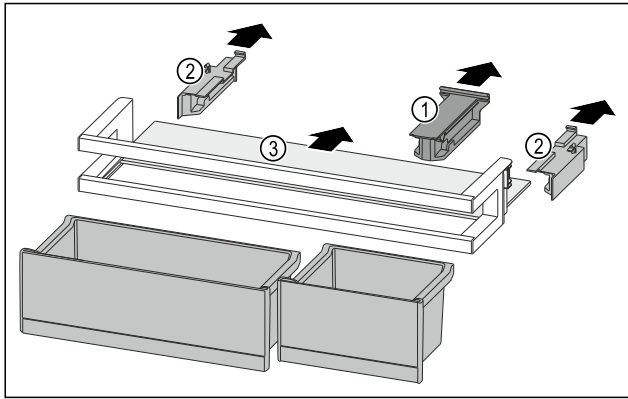

Fig. 140
- ▶ Halteteil Fig. 140 (1) abziehen.
- ▶ Seitenteile Fig. 140 (2) abziehen.
- ▶ Abstellfläche Fig. 140 (3) entnehmen.